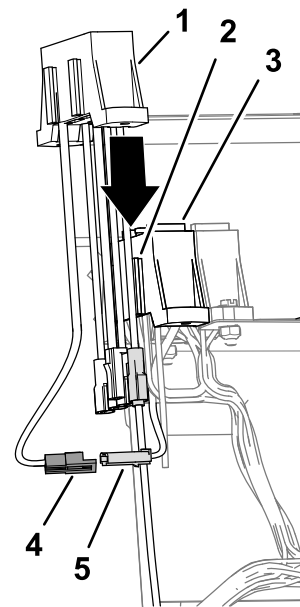

图 23
- 2. 将机器保险丝盒的辅助馈线的 2 针接头连接至辅助保险丝盒馈线的 2 插槽接头 图 23。
- 3. 将辅助保险丝盒上的插槽与机器保险丝盒的安装法兰对齐 图 23。